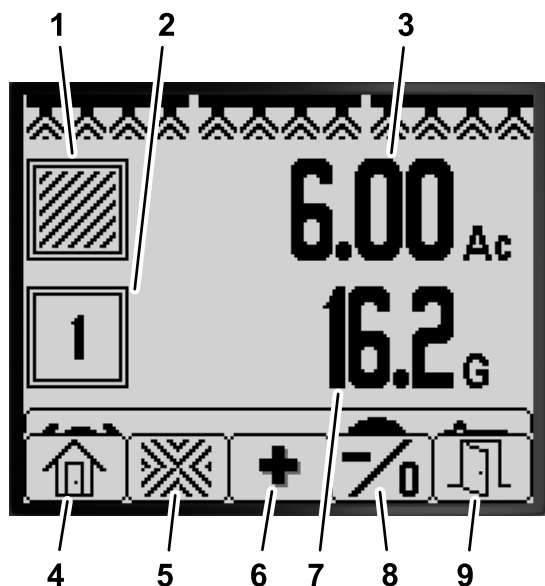

Рисунок 77
- На главном экране нажмите и удерживайте кнопку 5, чтобы открыть строку меню; затем нажмите кнопку 2, чтобы выбрать экран Sub-Area (Рабочий участок) (Рисунок 77).
- На экране Total Area (Общая площадь) нажмите и удерживайте кнопку 5, чтобы открыть строку меню, и нажмите кнопку 3, чтобы выбрать экран Sub-Area (Рабочий участок) (Рисунок 77).
- Используйте кнопки инфо-центра (Рисунок 77) для выполнения следующих действий: